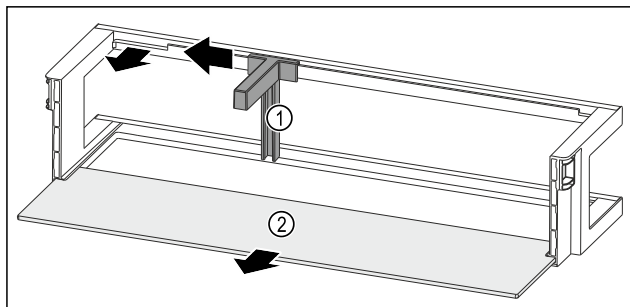

Fig. 138 Balconnet de contre-porte avec range-bouteilles et tablette de rangement
- Pousser le range-bouteilles Fig. 138 (1) sur le côté jusqu'à l'évidement.
- Retirer le range-bouteilles Fig. 138 (1).
- Retirer la tablette de rangement Fig. 138 (2).